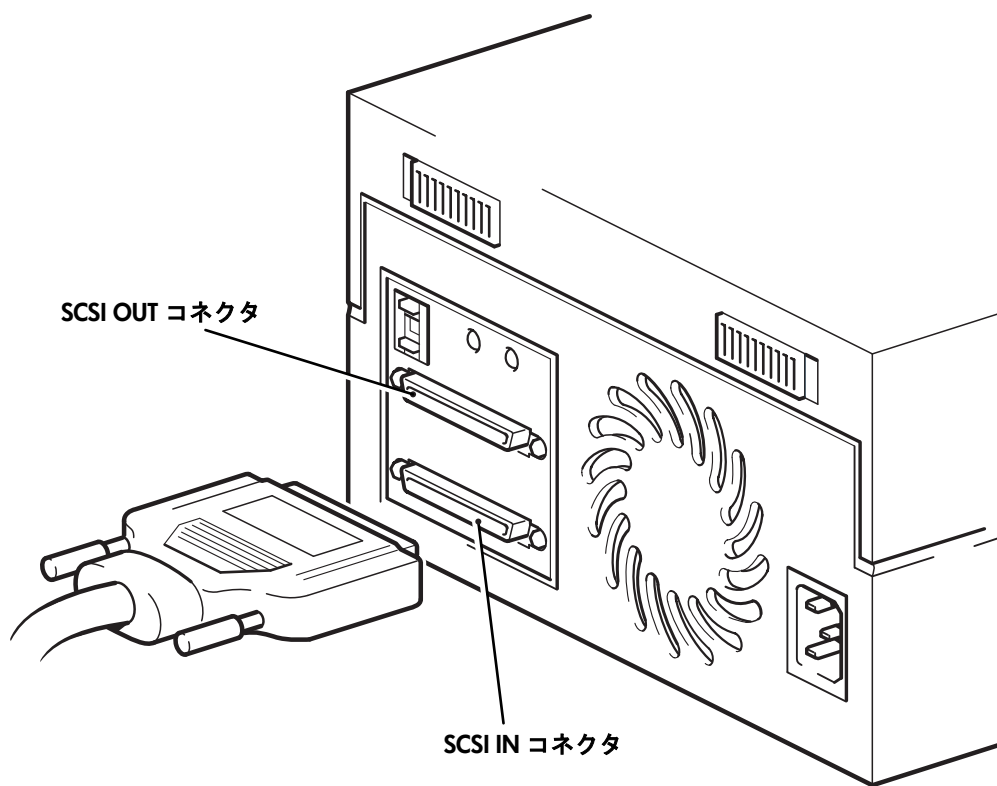

図 5: SCSI ケーブルの接続
- 4 SCSI ケーブルの HD コネクタをテープ・ドライブの背面パネルにある SCSI-IN コネクタの 1 つに接続し、ネジで固定します（図 5 を参照）。ケーブルを SCSI-OUT コネクタに**接続しない**でください。